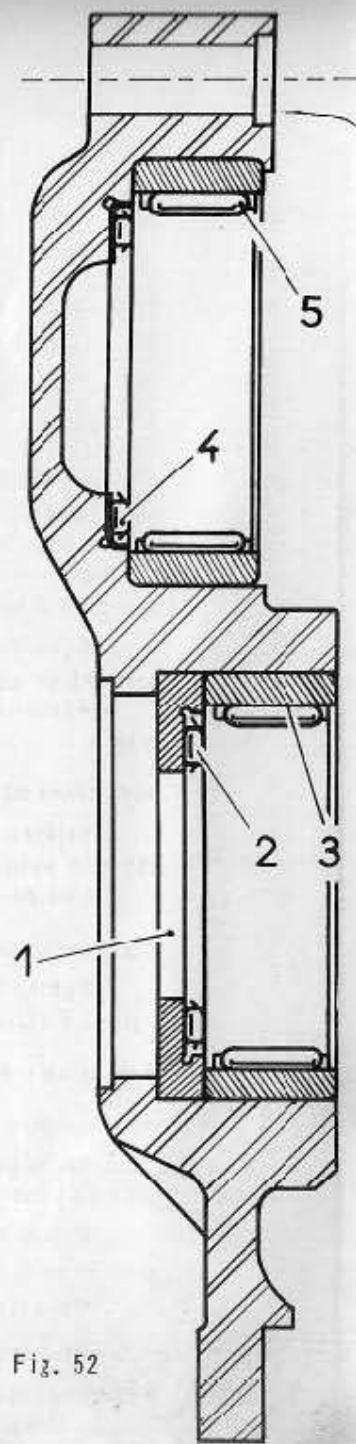

Fig. 52
PREPARATION DU COUVERCLE LATÉRAL GAUCHE (Fig. 52) -
- la rondelle épaulée (1 - Fig. 52),
- la butée (2), orienter les aiguilles côté roulement,
- le roulement à aiguilles (3), face gravée au dessus,
- la butée à aiguilles (4), orienter les aiguilles côté roulement,